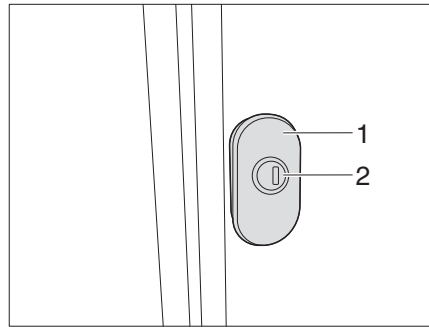
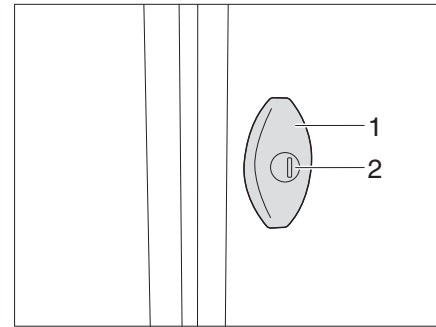

Bild 58 Drehspannschloss (Variante 1)
Bild 59 Drehspannschloss (Variante 2)
- Schlüssel in Schließzylinder (Bild 58,2/Bild 59,2) stecken und eine viertel Umdrehung drehen. Das Klappenschloss ist entriegelt.
- Am Drehspannschloss (Bild 58,1/Bild 59,1) ziehen und um 180° im Gegenuhrzeigersinn drehen. Die Außenklappe ist geöffnet.
- Drehspannschloss (Bild 58,1/Bild 59,1) im Uhrzeigersinn um 180° drehen. Die Klappe wird an die Dichtung gezogen.
- Schlüssel in Schließzylinder (Bild 58,2/Bild 59,2) stecken und eine viertel Umdrehung drehen.
- Bei Variante 1: Schließzylinder (Bild 58,2) eindrücken, bis er einrastet. Das Klappenschloss ist verriegelt.